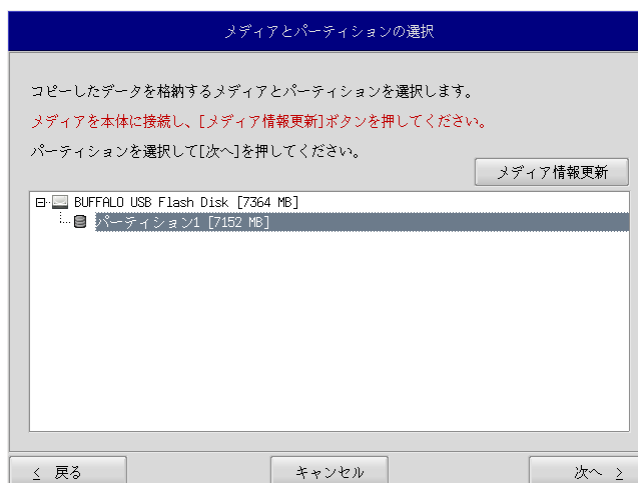

図 5-3-2. メディアとパーティション選択画面
- ④ メディアとパーティション選択画面（図 5-3-2）が表示されます。本体にバックアップ USB を接続し、[メディア情報更新] ボタンを押してください。バックアップファイルを保存するバックアップ USB のパーティションを選択し、[次へ] ボタンを押します。バックアップ USB の認識には少し時間がかかります。バックアップ USB を接続してすぐに [メディア情報更新] ボタンを押すと、目的のバックアップ USB の情報が現れないことがあります。この場合は、1 分程度待って再度、[メディア情報更新] ボタンを押してみてください。